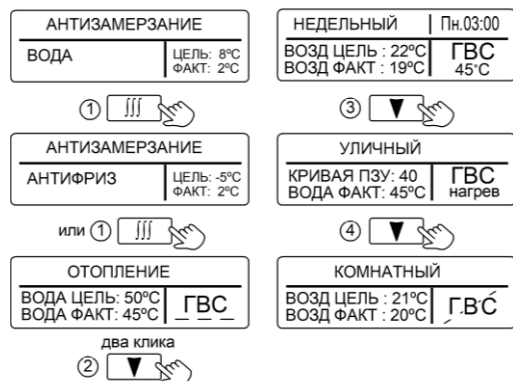
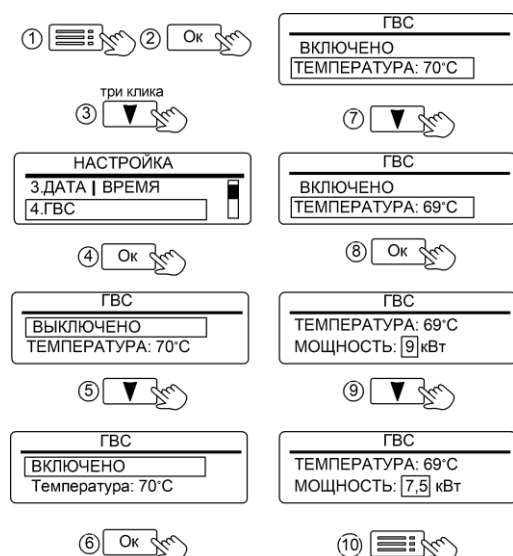

Рисунок 5. Режимы работы прибора
Рисунок 12. Настройка режима «ГВС»
**2** - Отображение состояния режима «ГВС» (см. рис. 5):
Вид отображения режимов работы на дисплее приведён на рис.5.
Активация режима «ГВС» и настройка температуры горячей воды показана на рис. 12. Начальная заводская настройка температуры горячей воды - 70°C. При активированном режиме отображается как «ГВС» (см. рис. 5), при выключенном режиме, неисправном или отключённом датчике отображается как ~~ГВС~~. В подменю «ГВС» предусмотрена настройка ограничения мощности ТЭН. Данную настройку рекомендуется применять при повторяющейся неисправности «АВАРИЯ ПЕРЕГРЕВ КОТЛА» возникающей во время нагрева воды в бойлере косвенного нагрева.
В любой воде существует возможность развития бактерий легионеллы. Чтобы исключить угрозу отравления водой, получаемой из косвенного водонагревателя, прибор имеет режим «АНТИЛЕГИОНЕЛЛА». Режим автоматически активируется при подключении NTC-датчика температуры к плате контроллера и включения режима «ГВС» (см. рис. 12).
**11.1.4 «4.ГВС»** - установка состояния режима «ВКЛЮЧЕНО / ВЫКЛЮЧЕНО». Индикация «ВКЛЮЧЕНО» означает разрешение на работу режима ГВС. Индикация «ВЫКЛЮЧЕНО» запрещает работу режима «ГВС» (см. рис. 12).